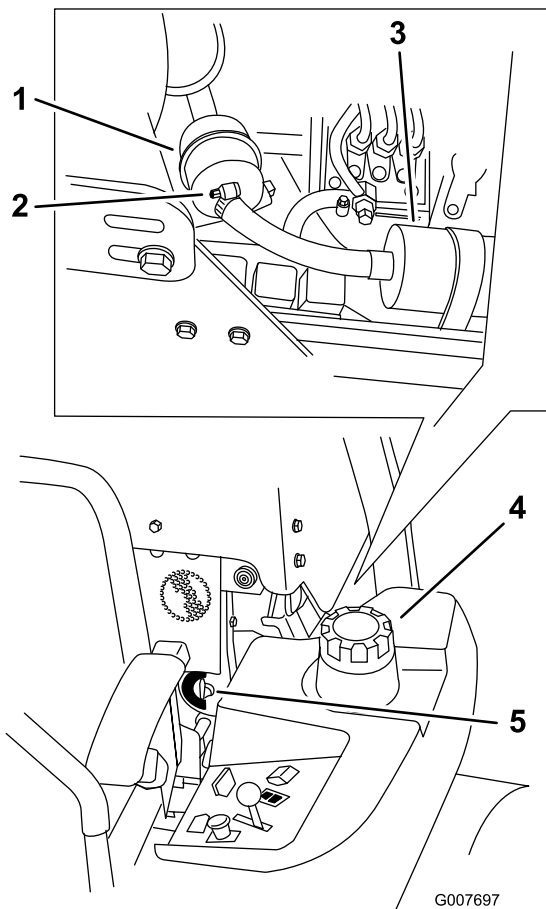

Figure 47
4. Fermez le robinet d'arrivée de carburant (Figure 47).
5. Desserrez les deux colliers de serrage et débranchez les conduites du filtre (Figure 47).
6. Remplacez le filtre. Branchez les conduites d'alimentation au filtre à carburant et resserrez les deux colliers de serrage (Figure 47).